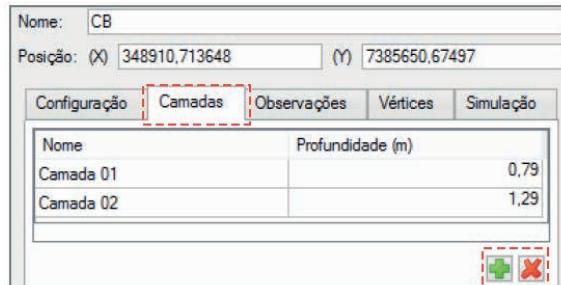

Figura 2.134 Configuração das Camadas do solo.
- **Camadas**: esta aba contém a identificação das camadas de solo e seus intervalos na profundidade “z” (vertical), que serão utilizadas no cálculo do volume de solo solto por camada, e massa total de solo (Figura 2.134). Após inserir as informações das sondagens, o SCBR sugere a quantidade e profundidade das camadas, no entanto, os campos são editáveis, podendo editar, remover ou adicionar camadas.